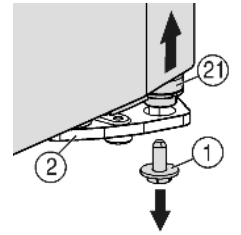
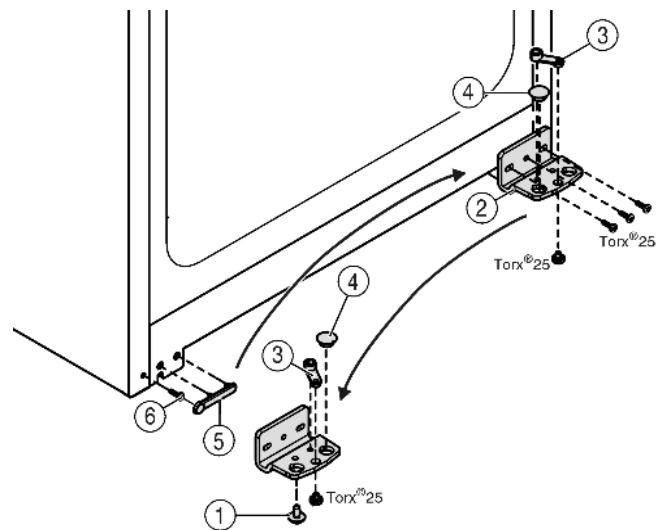

Fig. 5
Fig. 6
- ▶ Deșurubați șurubul de siguranță Fig. 5 (1) din partea inferioară dreapta a suportului de lagăr.
- ▶ Bulonul lagărului Fig. 5 (21) se extrage din suportul de lagăr Fig. 6 (2).
- ▶ Dacă bulonul lagărului Fig. 5 (21) nu poate fi demontat, presați-l din partea inferioară.
- ▶ Deșurubați suportul de lagăr Fig. 6 (2).
- ▶ Deșurubați piesa suport Fig. 6 (3) și montați-o invers în orificiul de preluare a suportului lagărului, strângeți din nou fix.
- ▶ Extrageți dopul Fig. 6 (4) din suportul de lagăr și introduceți-l în orificiul de preluare diametral opus.
- ▶ Ridicați cu atenție capacul Fig. 6 (5) din partea mânerului.
- ▶ Deșurubați șurubul Fig. 6 (6) și mutați-l pe latura opusă.
- ▶ Așezați la loc capacul Fig. 6 (5).
- ▶ Restrangeți suportul de lagăr Fig. 6 (2) pe noua latură (cu 4 Nm) dacă este cazul cu ajutorul unei mașini de înșurubat.
- ▶ Introduceți șurubul de siguranță Fig. 5 (1) jos, în bolțul lagărului și strângeți-l (cu 4 Nm).